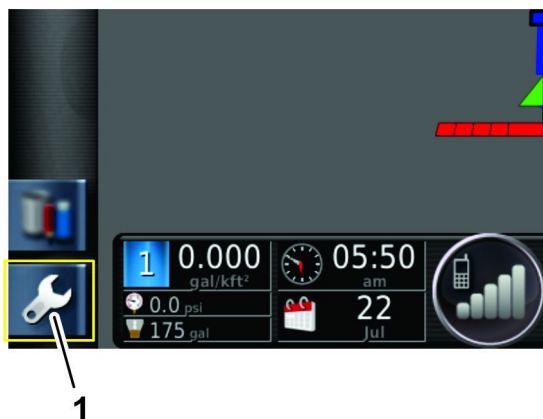

Рисунок 19
1. Нажмите на значок НАСТРОЕК на главном экране (Рисунок 19).